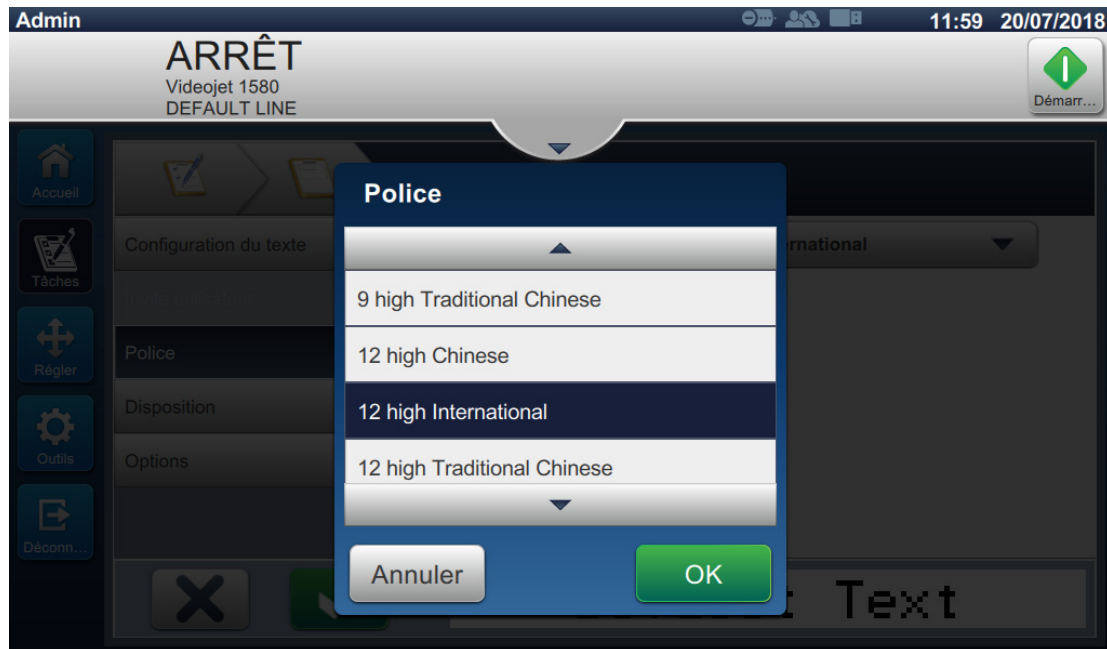

Figure 5-16 : Écran de saisie de la taille de police
8. Appuyez sur le bouton *Police* et sélectionnez « 12 High International » dans la liste déroulante, tel qu'illustré dans la Figure 5-16. Appuyez sur le bouton .
20. Appuyez sur le bouton *Police* et sélectionnez « 12 High International » dans la liste déroulante, tel qu'illustré dans la Figure 5-16. Appuyez sur le bouton .
28. Appuyez sur le bouton *Police* et sélectionnez « 12 High International » dans la liste déroulante, tel qu'illustré dans la Figure 5-16. Appuyez sur le bouton